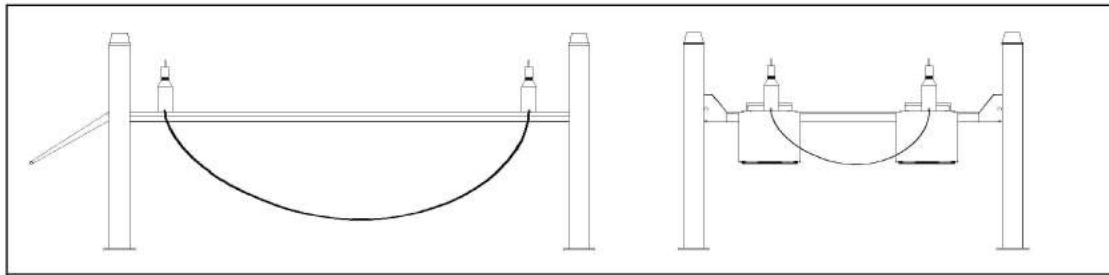

Рисунок 5. Схема проверки плоскостности платформы подъемника
4.2.8 С помощью вертикального отвеса выровняйте лицевые поверхности и границы между стойками. Затем затяните гайки анкеров с помощью динамометрического ключа с крутящим моментом 150 Н•м. Допускаемое отклонение от вертикали верха внутренней поверхности стойки относительно низа – 25 мм в направлении, противоположном поднимаемому грузу, в боковых направлениях – не более 4 мм. С помощью мерительного инструмента проверьте параллельность направляющих дорожек (см. рис. 5), при необходимости, отрегулируйте положение стоек подкладочными шайбами из комплекта подъемника.
Потеря электрического контакта	Проверить подключение в соответствии со схемой электрической принципиальной (рис. 5)